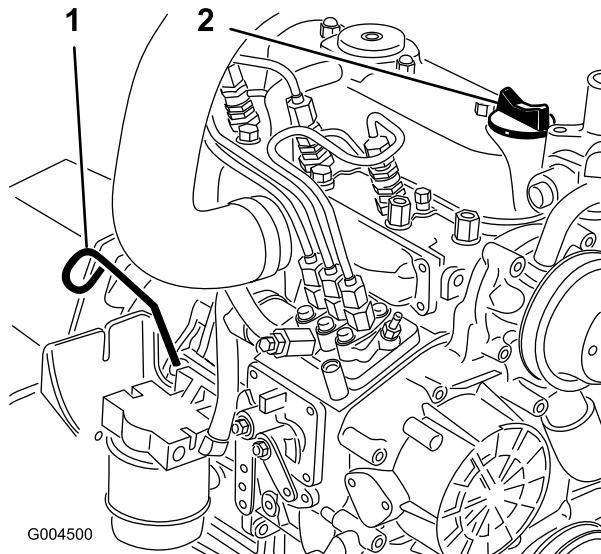

Bild 46
2. Nehmen Sie den Peilstab (Bild 46) heraus und wischen Sie ihn ab. Stecken Sie ihn dann ganz ein. Nehmen Sie den Peilstab heraus und prüfen Sie den Ölstand.
3. Wenn der Ölstand unter der Voll-Marke liegt, nehmen Sie den Fülldeckel ab (Bild 46) und gießen Sie genug Öl ein, um den Ölstand bis zur Voll-Marke anzuheben.